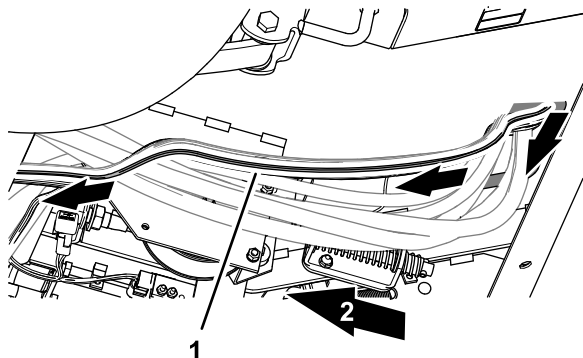

Figure 170
3. Au bas de la machine, acheminez le faisceau de bus ISO-CAN le long du faisceau de la machine (Figure 170).